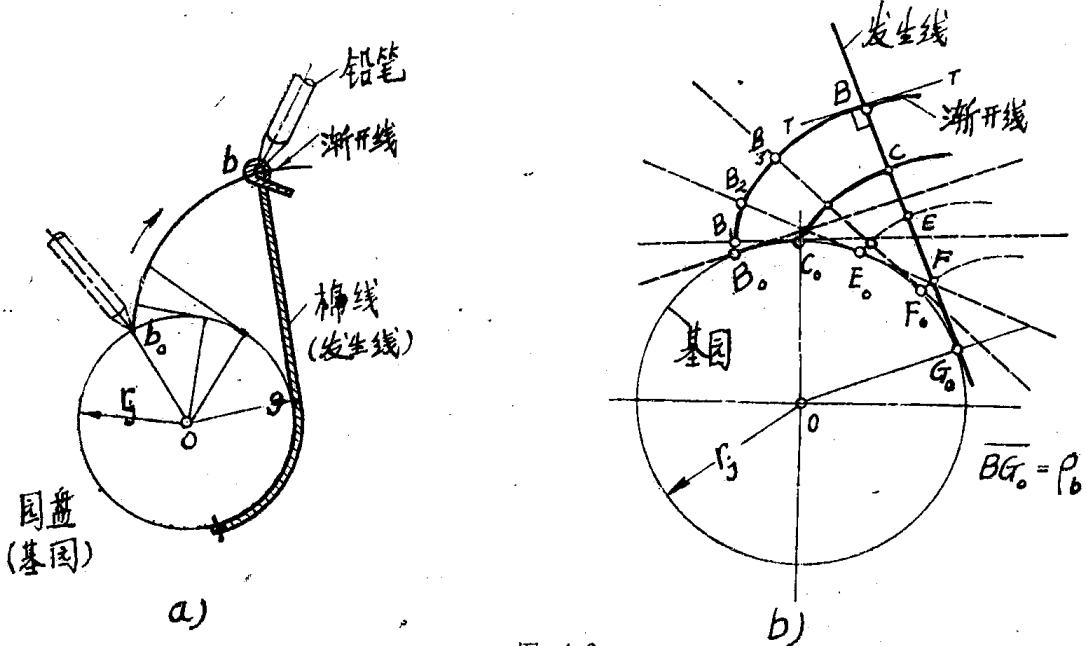

图 1-6
如果在一个半径为 r_1 的圆盘的圆周上绕一根线，线的一头固定在圆周上（图 1-6, a），线的另一头 b 处栓上一支铅笔，并把线拉紧，然后将线逐渐展开，这时铅笔尖画出一条曲线 b_0b ，就是渐开线。
我们也可从另一图 1-6, b 来看渐开线的形成原理。当有一条直线（常称发生线）在一个半径为 r_1 的固定圆的圆周上作纯滚动（没有滑动的滚动）时，直线上任意点 B 的运动轨迹线 B_0B 就是形成的渐开线。图中半径为 r_1 的固定圆称为渐开线的基圆。
对比图 1-6, a 和图 1-6, b 可知， \overline{bg} 相当于发生线 $\overline{BG_0}$ ，圆盘相当于基圆，所以曲线 b_0b 与 B_0B 都是渐开线。
由图 1-6, b 还可知，当发生线在基圆上作纯滚动时，发生线上的一些任意点如 C, E, F 都会展出渐开线。尽管这些渐开线的位置不同，但渐开线的形状则相同。
- 2) 渐开线上任意点都与发生线垂直的，故发生线就是渐开线上任意点的法线，该法线总与基圆相切的。如图 1-6, b 中，渐开线上任意点 B 的切线为 \overline{TT} ，其法线 $\overline{BG_0}$ 就是发生线，并与基圆相切于 G_0 点。
3) 渐开线上任意点的法线长度（也是曲率半径）等于发生线在基圆上滚过的弧长。如图 1-6, b 所示， $\overline{BG_0} = \widehat{B_0G_0}$ ， $\overline{B_3F_0} = \widehat{B_0F_0}$ …。
这可从图 1-6, a 中看出，因为法线 \overline{bg} （发生线）原来是绕在基圆盘上的，而后从 b_0 处展开到 b 点的，所以法线长度 $\overline{bg} = b_0g$ 。